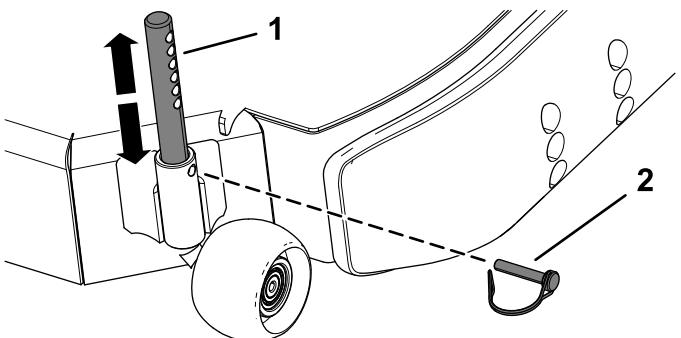

図 32
4. ローラピンからロックピンを抜き取る図 32。
5. ローラピンを上または下に移動してロックピンで固定する図 32。